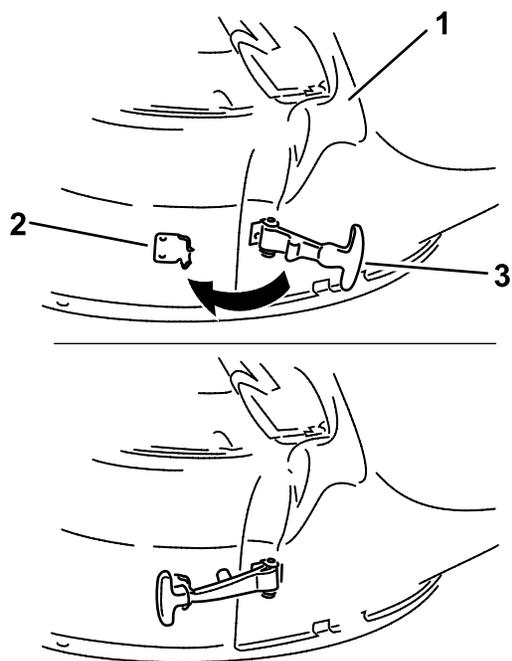

Figura 23
7. Coloque o fecho flexível da calha nos fechos de retenção soldados na plataforma do cortador (Figura 23).